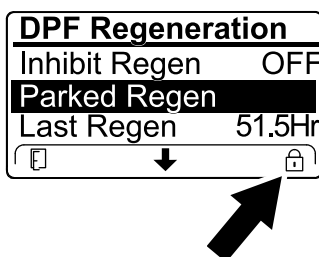

Figure 54
- Si le calculateur moteur demande une régénération d'urgence ou est en train d'en exécuter une, et que vous naviguez jusqu'à l'option PARKED REGEN, la régénération en stationnement se bloque et l'icône de blocage (Figure 54) apparaît en bas à droite de l'InfoCenter.